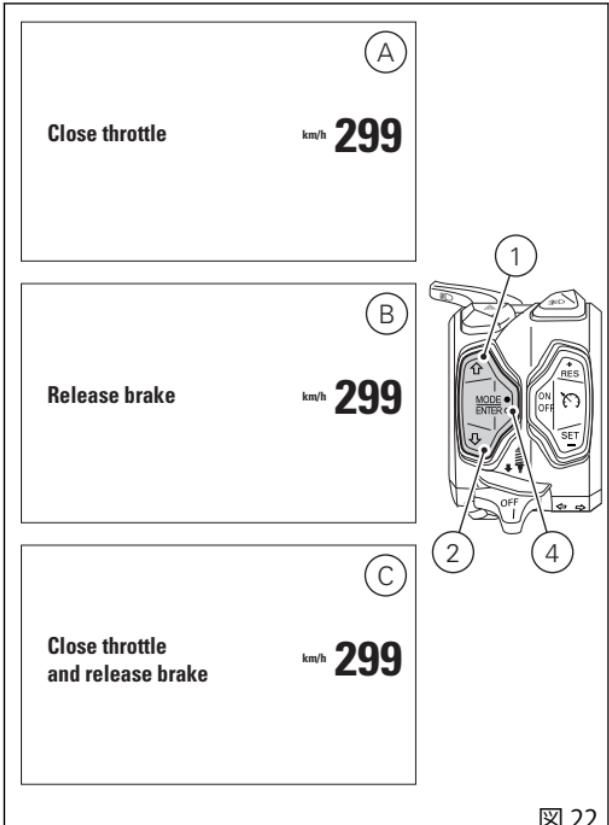

図 22
- スロットルグリップが開いている場合、インストルメントパネルは "CLOSE THROTTLE" (スロットルを閉じてください)(A、図22)と表示します。スロットルグリップが閉じられた場合にのみ、選択したライディングモードを承認し、スタンダードスクリーンに戻ります。
- スロットルグリップが閉じているもののブレーキがかかっている場合、"RELEASE BRAKES" (ブレーキを放してください)(B、図22)と表示します。ブレーキが放された場合にのみ、選択したライディングモードを承認し、スタンダードスクリーンに戻ります。
- スロットルグリップが開いている、あるいはブレーキがかかっている状態で車両が動いている場合、インストルメントパネルは "CLOSE THROTTLE AND RELEASE BRAKES" (スロットルを閉じてブレーキを放してください)(C、図22)と表示します。すべての条件が確認された場合にのみ(ガスグリップが閉じており、ブレーキがかかっていないか車両が停止している)、インストルメントパネルは選択したライディングモードを承認し、"スタンダードスクリーン" に戻ります。